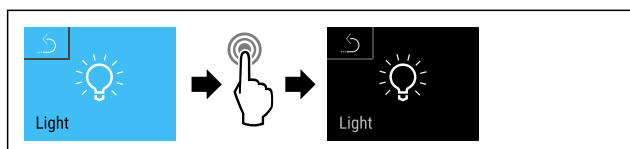

Fig. 71
- ▶ Stappen (zie Fig. 71) uitvoeren.